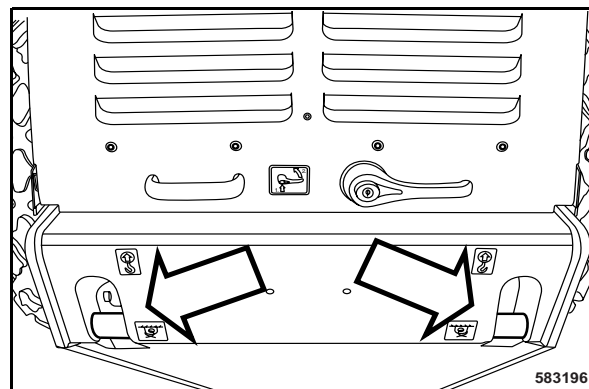

Fig. 109
- Fixer les chaînes (Fig. 109) ou les câbles de remorquage de manière sûre aux anneaux de remorquage.